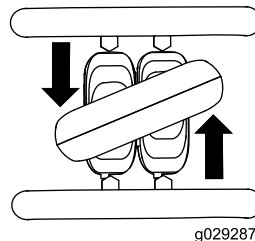

Рисунок 10
- Чтобы повернуть налево, поверните рычаг управления тягой против часовой стрелки (Рисунок 10).